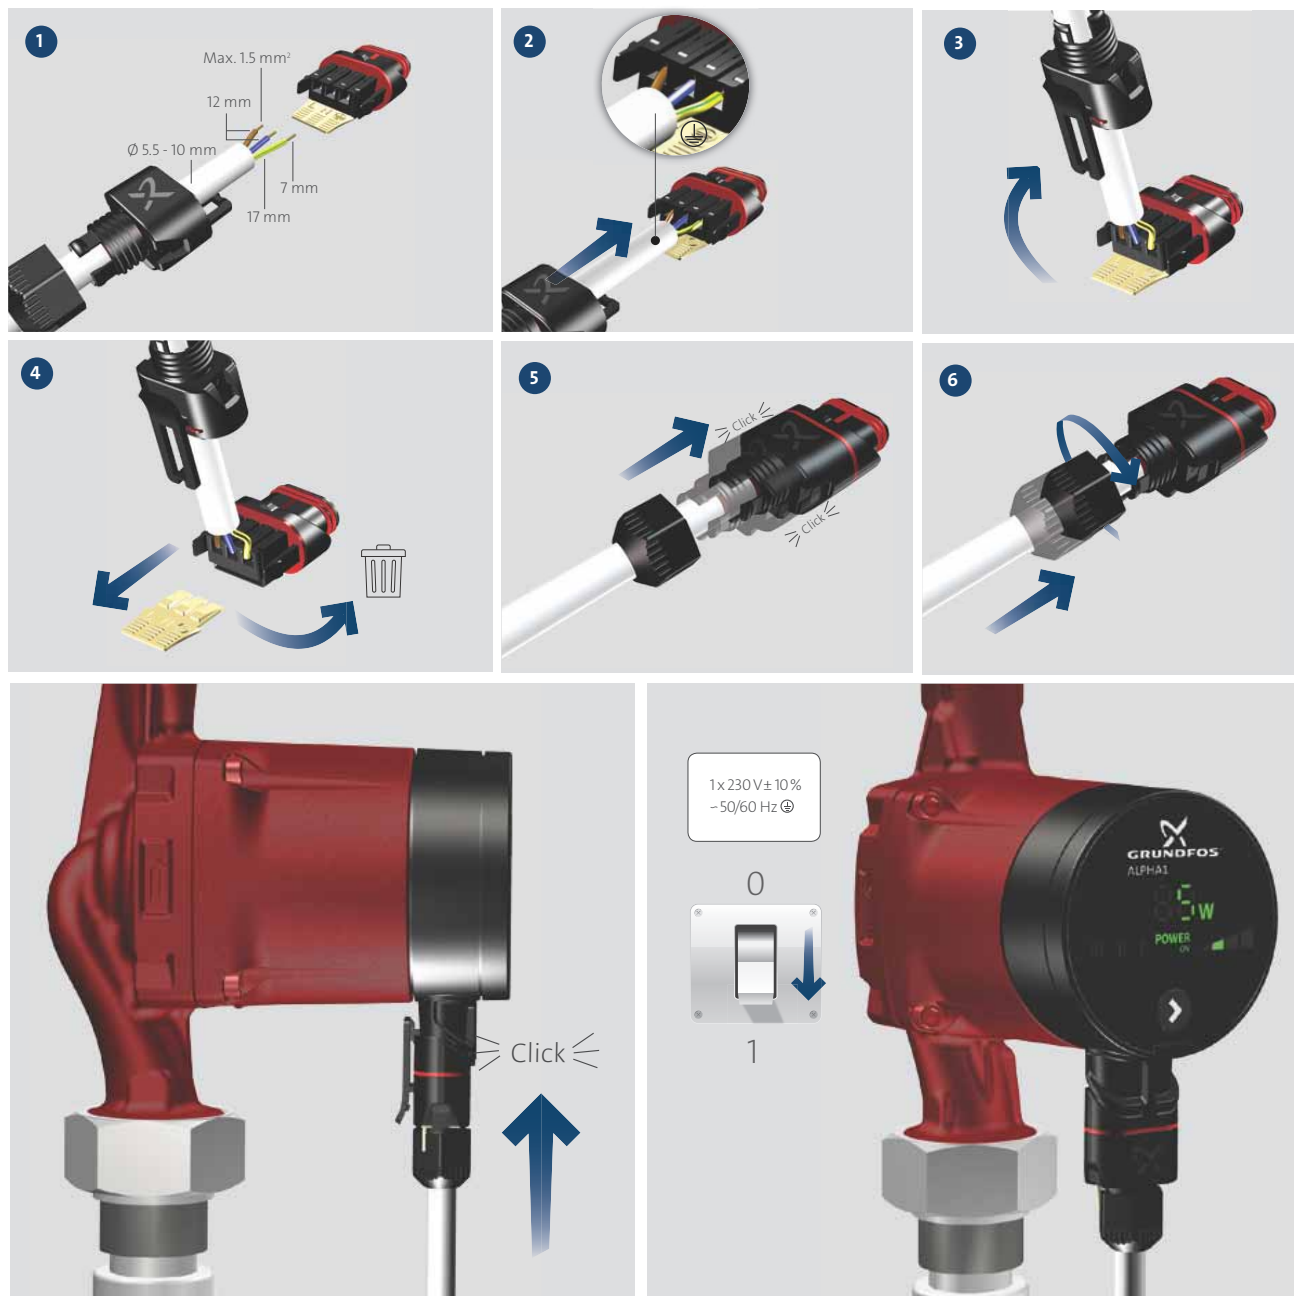

Abb. 7 Elektrischer Anschluss
- Die Pumpe mithilfe des mitgelieferten Steckers wie in Abb. 7 an die Netzversorgung anschließen.